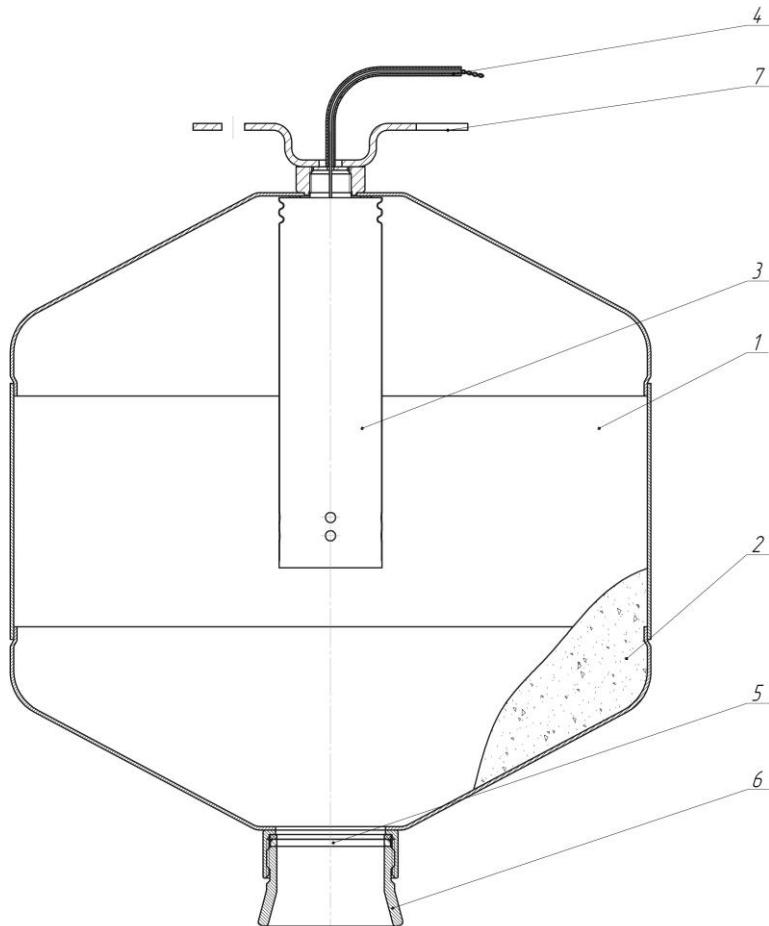

Рис. 3
3.1.1 МПП (рис. 3) состоит из корпуса 1, в котором размещаются огнетушащий порошок (ОП) 2 и газогенерирующее устройство(ГГУ) 3 с электроактиватором 4. В нижней части корпуса, выходное отверстие которого перекрыто мембраной 5, находится насадок-распылитель 6. Соединительные провода электроактиватора ГГУ 3 выведены через герметичный узел в корпусе МПП. В верхней части модуль снабжен кронштейном 7 для крепления к потолочному перекрытию.